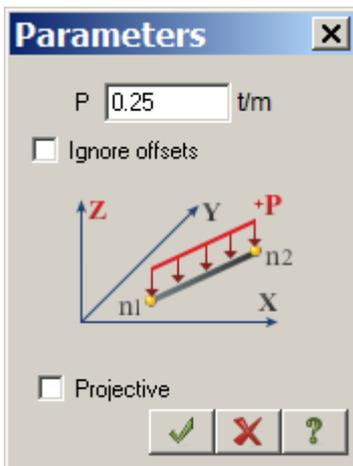

Figure 5.19 Load parameters dialog box
- ⇒ In the **Load parameters** dialog box specify $P = 0.25$ t/m (see Fig.5.19).